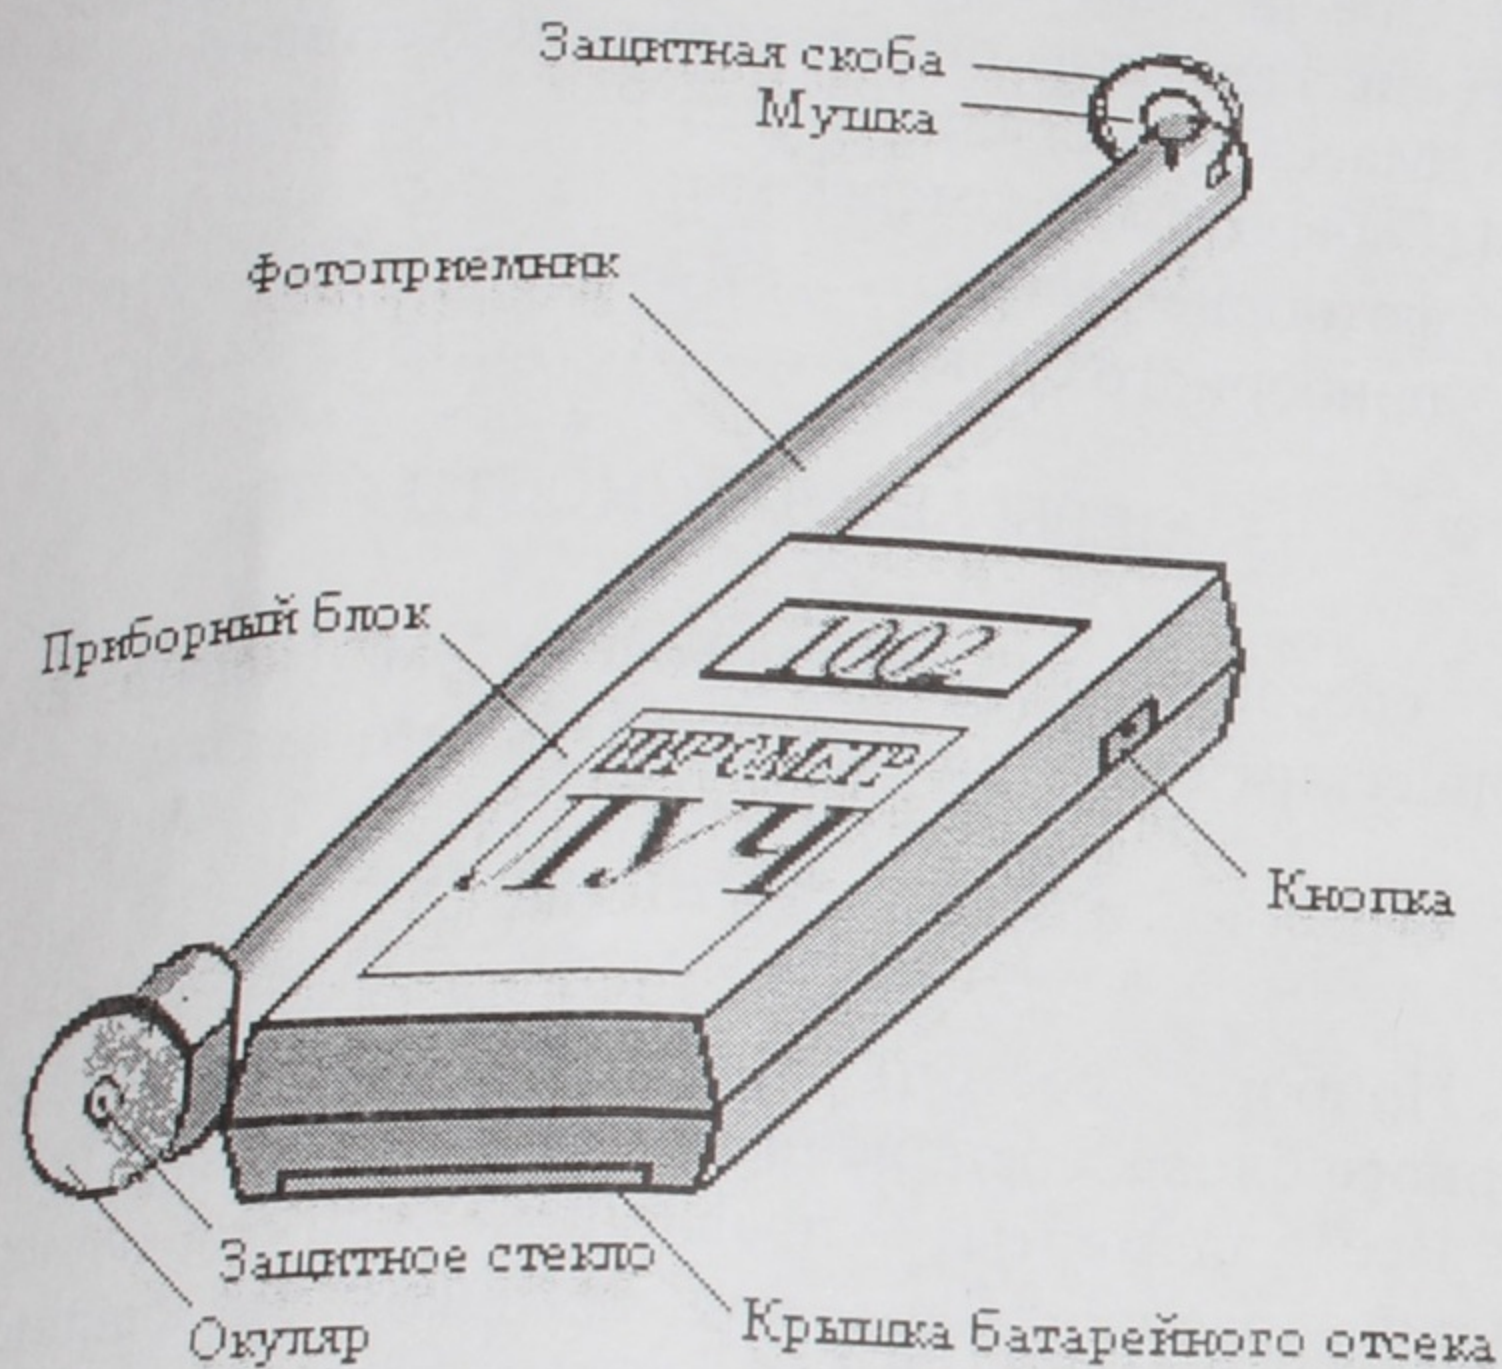

Рис. 1
4.1. Прибор состоит из фотоприемника и приборного блока, соединенных между собой (рис.1).